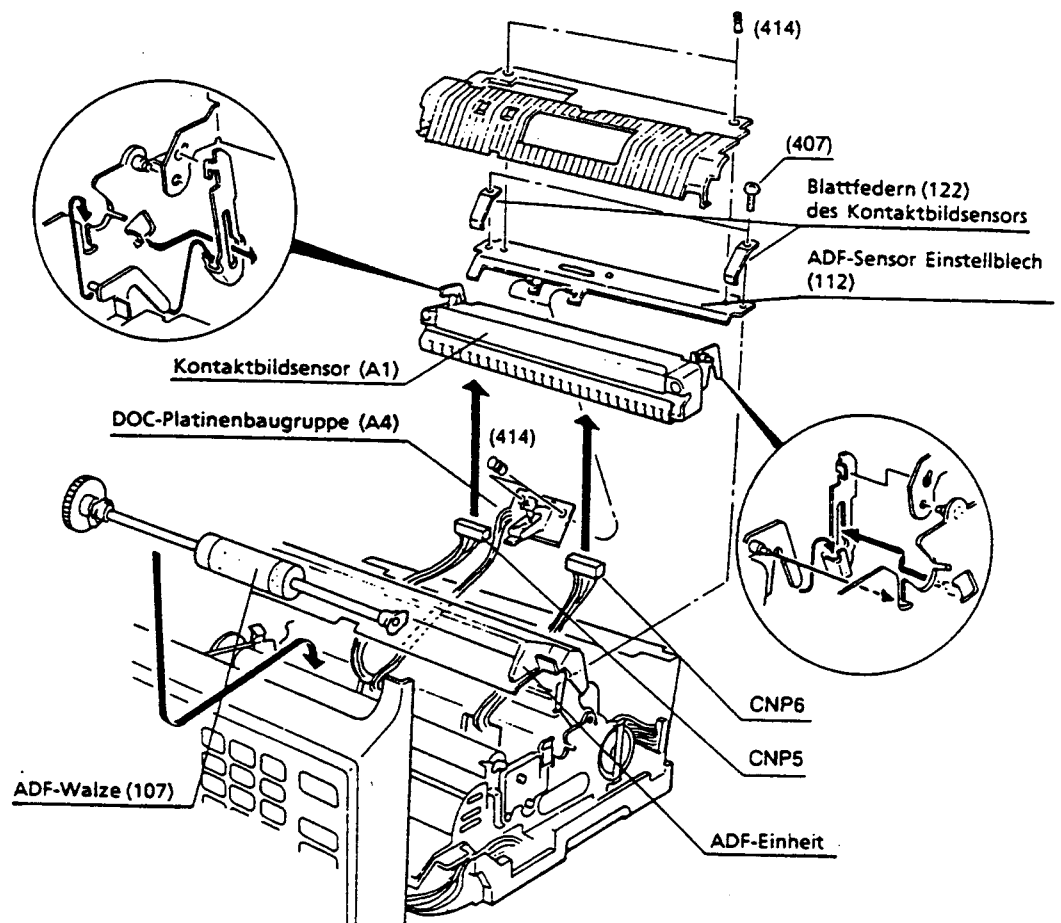

Abbildung 4.3.13
- (1) Entfernen Sie den Kontaktbildsensor (A1) (Siehe Abbildung 4.3.13).
- (2) Reinigen Sie den optischen Quellen-und Aufnahmeteil des Bildsensors (A1) mit einem weichen Tuch, das mit Äthylalkohol getränkt ist, wie es in der folgenden Zeichnung gezeigt wird.